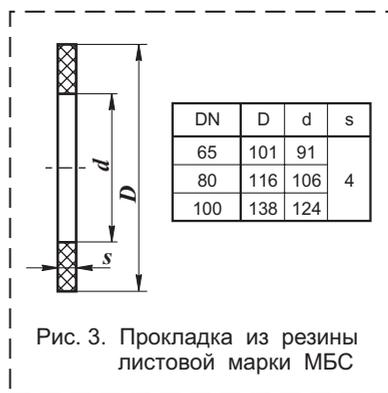
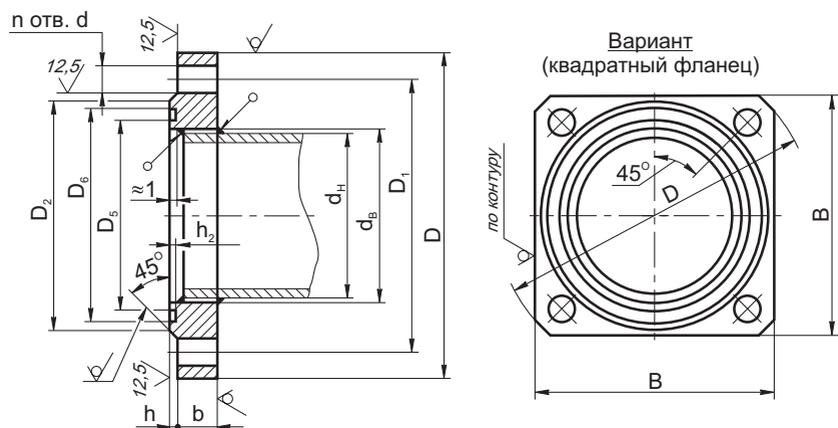

Рис. 3. Прокладка из резины листовой марки МБС
Рис. 4. Фланцы по ГОСТ 33259-2015 (исполнение уплотнительных поверхностей - D)
4.2.7 Монтаж фланцевых соединений выполнить с применением прокладок из резины марки МБС средней твердости (Рис. 3). Ответные фланцы - стальные приварные по ГОСТ 33259-2015 (Рис. 4).